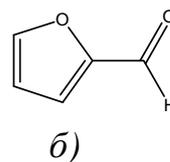

Рис. 1.3. Скелетные формулы:
3. *Гетероциклические соединения* – в молекулах этих соединений в цикл кроме углерода входят атомы других элементов, чаще всего это атомы азота или кислорода. Ниже представлены скелетные формулы фурана и фурфурола (рис. 1.3). Фуран является предшественником широко применяемого растворителя тетрагидрофурана.